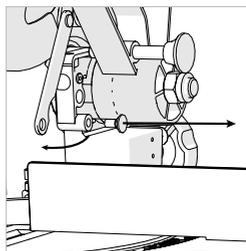

Fig. 24
- Rimuovere il braccio operativo protezione inferiore dalla macchina togliendo la vite perno. **(Fig. 24)** Conservare la vite in modo sicuro per un uso futuro.